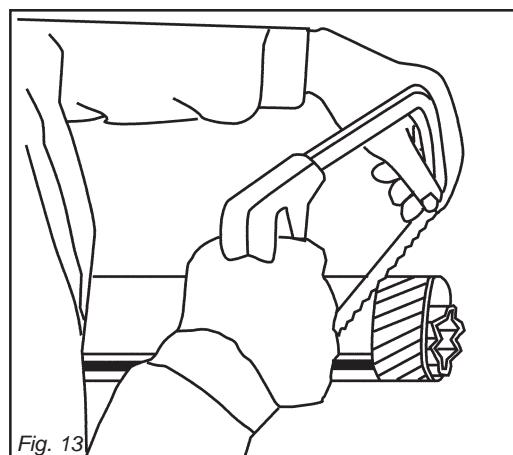
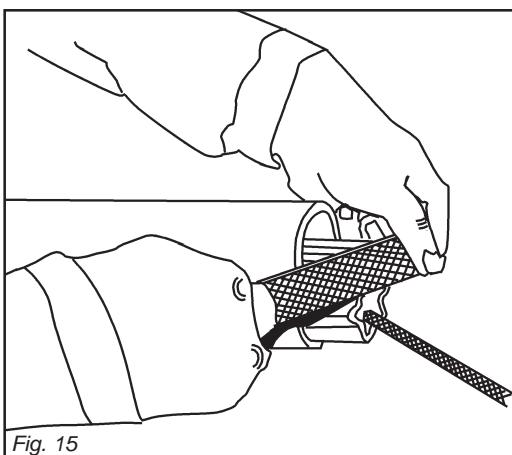
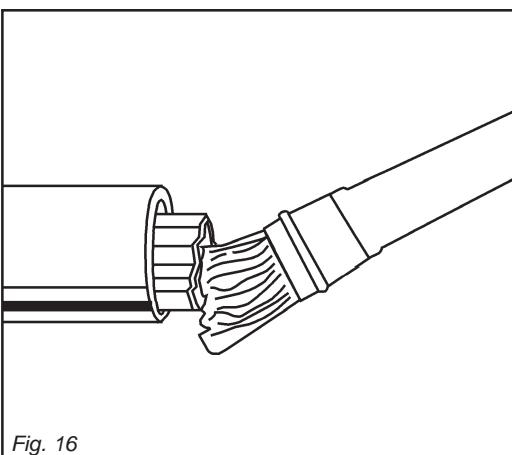

Fig. 13
Fig. 15
Fig. 16
- Accorciare i tubi scorrevoli di una stessa lunghezza (Fig. 13 e 14), sbavare e pulire (Fig. 15) e ingrassare l'interno del tubo esterno (Fig. 16).
- Shorten the sliding tubes by the same extent (Fig. 13 and 14), deburr and trim (Fig. 15), then grease the inside of the outer tube (Fig. 16).
- Raccourcir les tubes coulissant de la même longueur (Fig. 13 et 14), ébavurer et nettoyer (Fig. 15) puis graisser l'intérieur du tube extérieur (Fig. 16).
- Die Gleitrohre um die gleiche Länge (Abb. 13 und 14) kürzen, sie abgraten und reinigen (Abb. 15) und das Innere des Außenrohrs schmieren (Abb. 16).
- Acortar los tubos corredivos en modo uniforme (Fig. 13 y 14), quitar las rebabas y limpiar (Fig. 15) y engrasar dentro del tubo externo (Fig. 16).